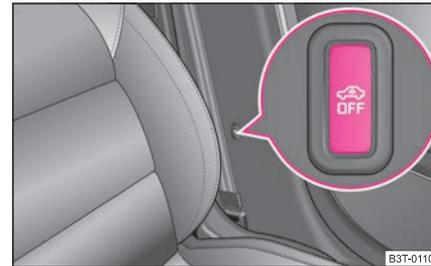

Abb. 35 Taste für Innenraumüberwachung und Abschleppschutzüberwachung
- Drücken Sie die Taste  an der Mittelsäule auf der Fahrerseite ⇒ Seite 47, Abb. 35, in der Taste ändert sich die Beleuchtung des Symbols  von rot auf orange.